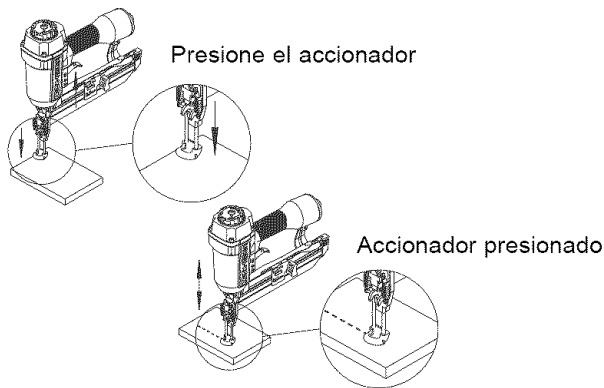

Figura 3 – Operación del Disparador de Contacto
- La herramienta de aire está equipada con un mecanismo de seguridad para el disparador de contacto (vea la Figura 3, página 10) que incapacita la herramienta a menos que el disparador de contacto se empuje contra el trabajo. Sujete el cuerpo firmemente y apriete el disparador de contacto sobre la pieza de trabajo, donde se va a aplicar el sujetador. Apriete el gatillo para clavar el sujetador en la pieza de trabajo.